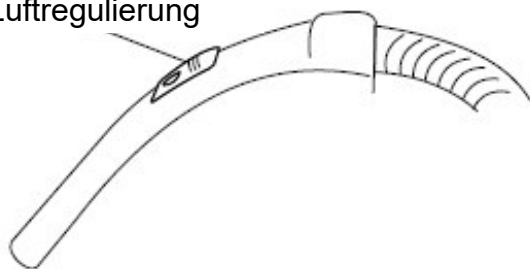

Abb. 16: Bedien- und Einstellmöglichkeiten
Schritt 2: Die Ein-/Aus-Taste (A, Abb. 16) auf Stufe I schalten um den Nass-/Trockensauger in Betrieb zu setzen. Die am Gerät befindliche Steckdose ist auf dieser Stufe ausgeschaltet!
Schritt 4: Um die am Gerät befindliche Steckdose (B, Abb. 16) als Stromquelle für Elektrowerkzeug zu nutzen, muss der Schalter A auf Stufe II gestellt werden. Beachten Sie dabei Punkt 8.2) Automatische START/STOPP-Funktion!